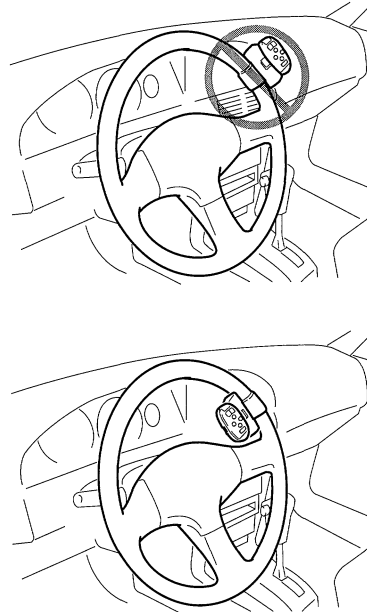

Abb. 9
- Bringen Sie dieses Gerät nicht am Außenumkreis des Lenkrads an, weil es dann die Fahrstabilität stören und dadurch einen Verkehrsunfall verursachen kann. Bringen Sie dieses Gerät wie gezeigt am Innumkreis des Lenkrads an. (Abb. 9)